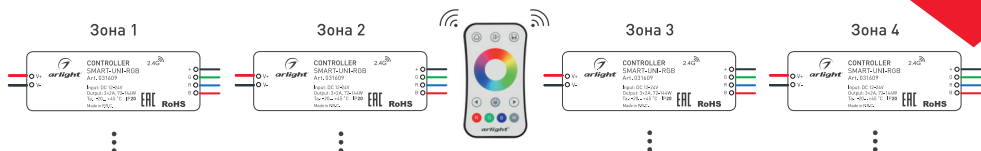

Рисунок 3. Вариант построения системы с 4-зонным пультом дистанционного управления
- 3.8. При использовании многозонных пультов ДУ или панелей можно построить разветвленную систему управления (рисунок 3).